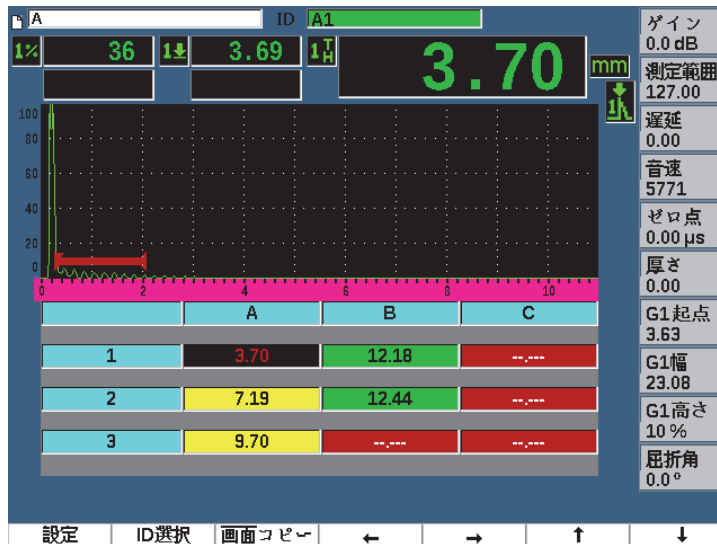

図 10-26 内容画面のグリッド管理
4. **ID 選択** (P2 キー) で表示したい特定の ID を選択しハイライト化します (235 ページの図 10-26 参照)。